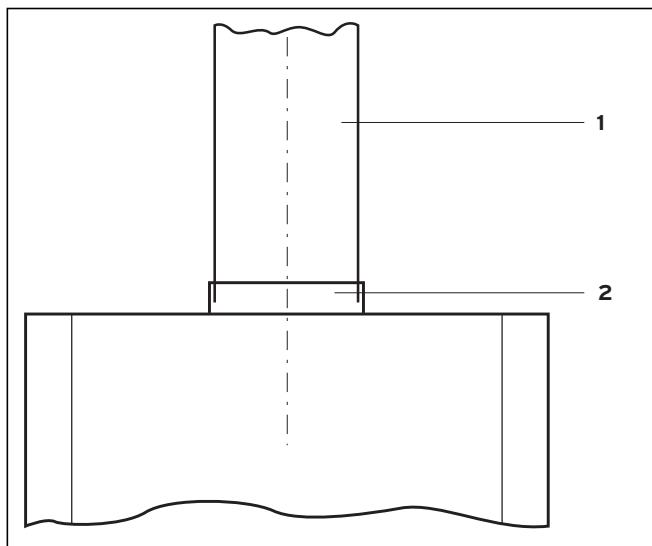

Рис. 5.1 Подключение к дымоходу
Пояснения к рис. 5.1
- ЕУстановите трубу дымохода (1) в патрубок трубы дымохода (2) на предохранитель тяги, см. рис. 5.1 Подключение к дымоходу.